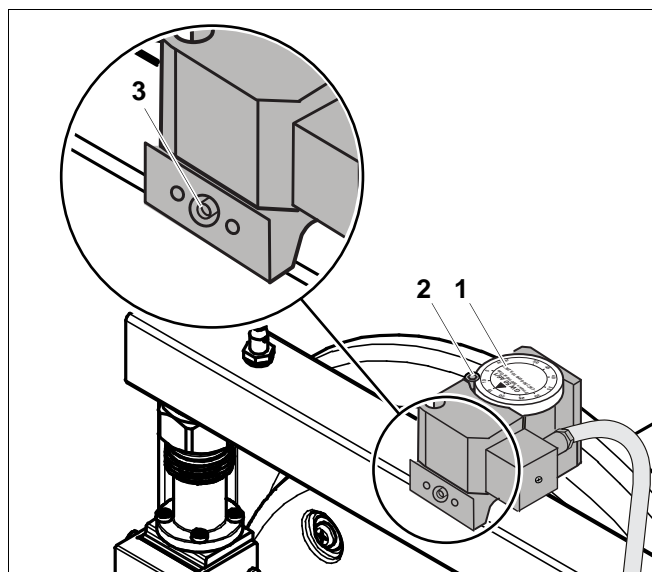

Рис. 33 Проверка реле контроля давления газа
- Отверните винт измерительного ниппеля (рис. 33, поз. 3) на 0,5–1 оборота.
- Подключите манометр к измерительному ниппелю (рис. 33, поз. 3).
- После завершения работ на газовой арматуре проверьте утечку газа через измерительный ниппель (рис. 33, поз. 3).